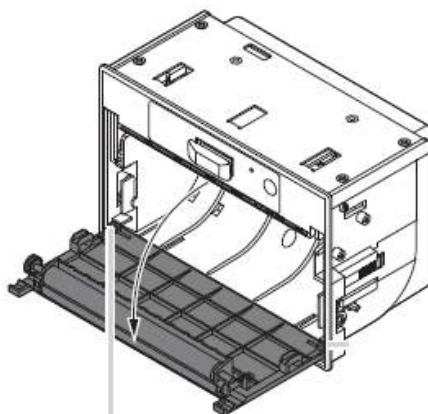

Рисунок 25
2.5.2 Поднимите рычажок и полностью откройте фронтальную крышку в положение максимального открытия (рисунок 25).